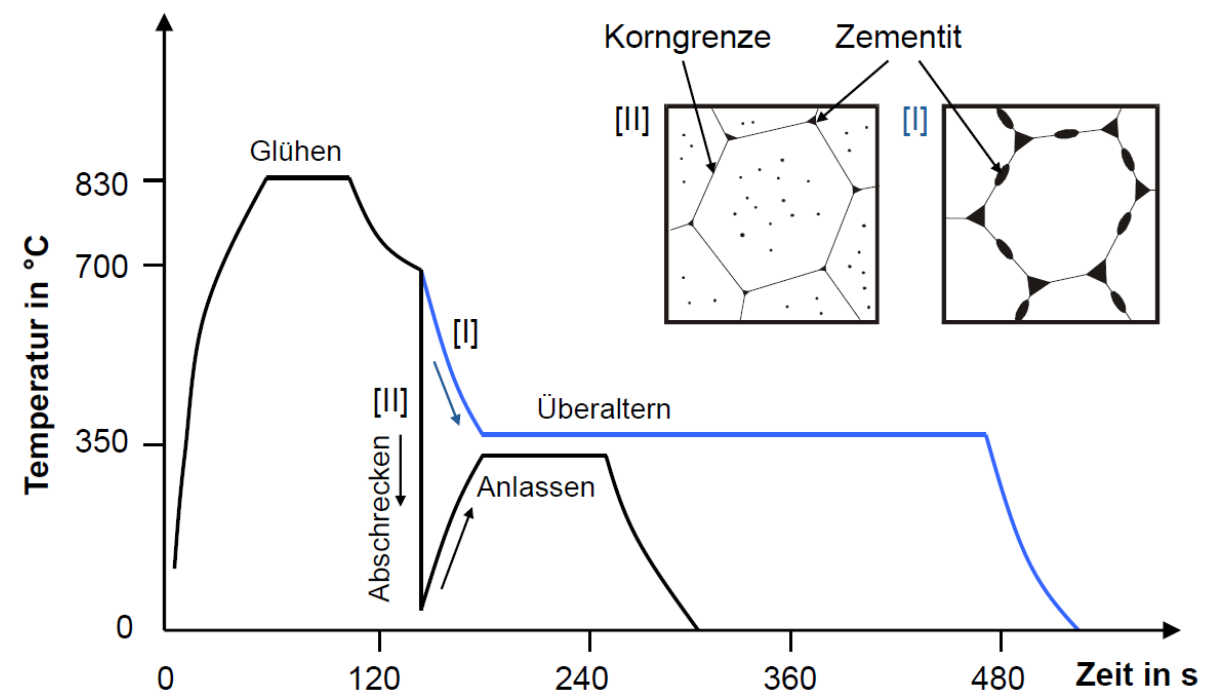

Abbildung 1 :
- c) Die in **Abbildung 1** dargestellten Wärmebehandlungszyklen weisen unterschiedliche Überalterungsbehandlungen auf. Stellen Sie die für die Überalterung relevanten metallkundlichen Vorgänge dar und nennen Sie im Hinblick hierauf die Unterschiede zwischen den beiden Zyklen. Vergleichen Sie hierzu 1) Unterkühlung, 2) Übersättigung, 3) Keimdichte, 4) Ausscheidungszustand und 5) Karbidverteilung im Gefüge. (5 Punkte)